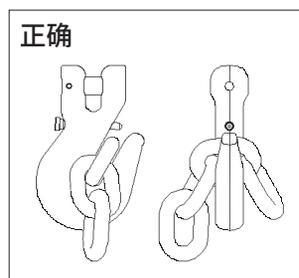

图1
- 必须确保内部弹簧能推动闭销前移以关闭抓钩喉口 (见图1)。
- 确保始终由吊钩承受载荷。绝不可由闭销承受载荷 (参见图1、2、3与4)。